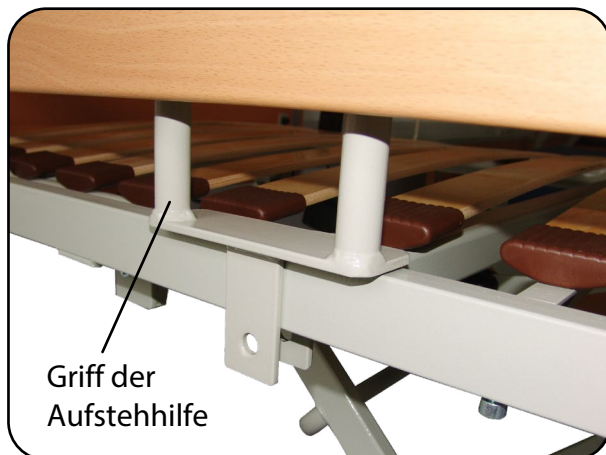

Abb. 6.1.01 – Aufstehhilfe mit Griff nach außen positioniert
2. Entnehmen Sie alle Einzelteile aus der Kartongabe und positionieren Sie die Aufstehhilfe an der kopfseitigen Hälfte des Bettes auf dem Seitenrahmen. Die Aufstehhilfe kann auf beiden Seiten des Bettes montiert werden. Achten Sie darauf, dass der Griff der Aufstehhilfe immer außen liegt (Abb. 6.1.01).